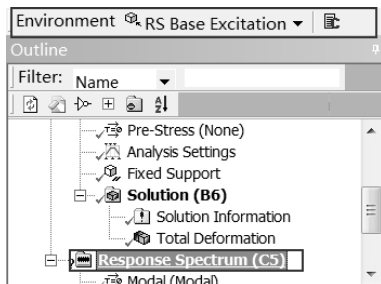

图 8-28 Environment 工具栏
Step1：选择 Mechanical 界面左侧 Outline（分析树）中的 Response Spectrum（C5）选项，此时会出现如图 8-28 所示的 Environment 工具栏。